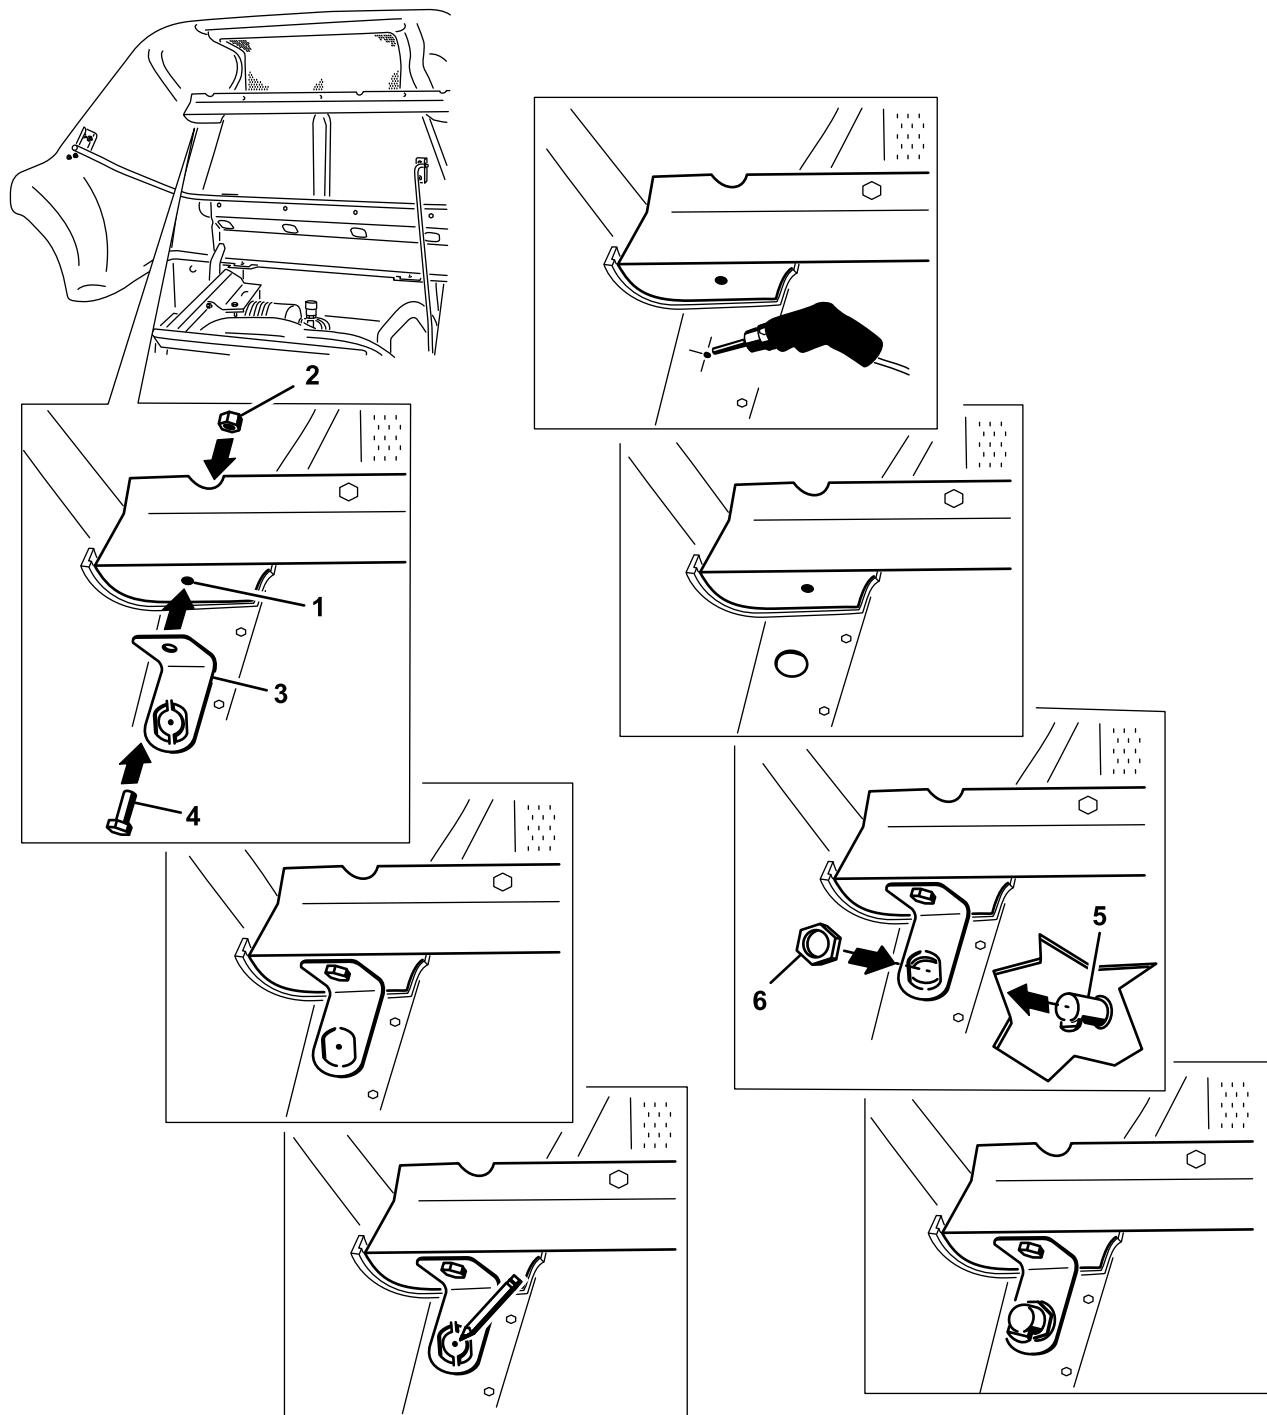

図 1
4. ラッチサポートを取り付けるボルト5/16 x 3/4"1本とロックナット5/16"を使用して 図 1 のように取り付ける。
9. ラッチサポートをフレームに取り付けるボルト5/16 x 3/4"1本とロックナット5/16"を使用して 図 1 のように取り付ける。
11. フードに開けた穴とラッチサポートにロックアセンブリを取り付ける。キャッチ部が車両前方を向くように通すこと 図 1 。
12. ロックアセンブリの底部にロックナットを取り付けて固定する 図 1 。